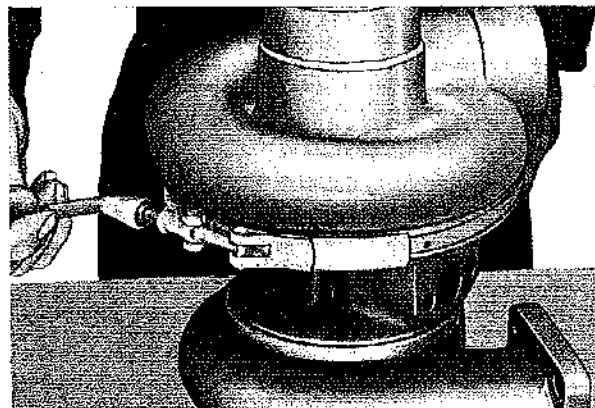

Fig. 125
- Fissare le flangie 19-22 al corpo, rispettando i riferimenti, con le fascette 21 (Fig. 125) interponendo l'anello di tenuta sul lato compressore.